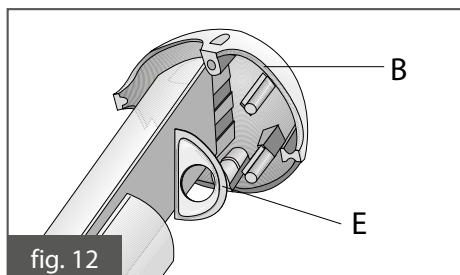

fig. 12
• En el tubo de aspiración, por la parte del terminal, montar el diafragma "E" de la medida indicada en la tabla de datos técnicos (fig. 12);